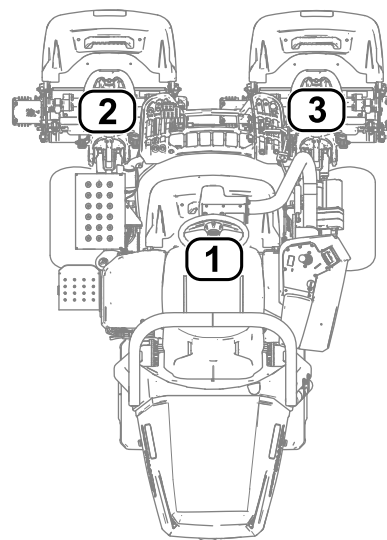

Figura 25
- **1** se refiere a la unidad de corte central (Figura 25)
- **2** se refiere a la unidad de corte delantera izquierda (Figura 25)
- **3** se refiere a la unidad de corte delantera derecha (Figura 25)